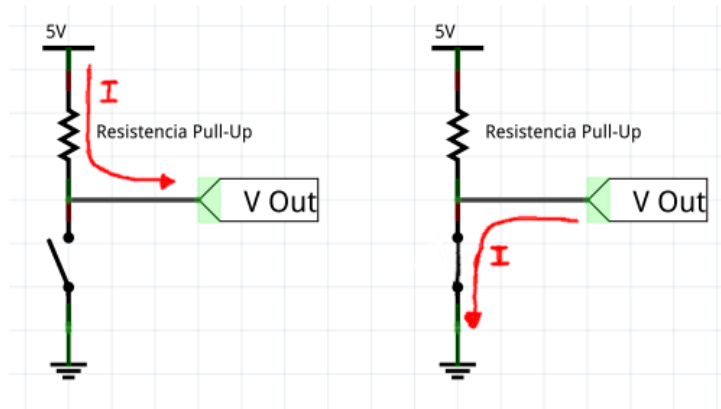

Imagen 8
- Ahora, hago la parte de software. Primero, creo unas constantes de tipo byte que son para el led (pin digital 13), para la interrupción (pin digital 11) y el estado se pone a bajo (0).
- Tras esto, en la función “loop()”, que es la función principal, se pone el “ledPin” como una salida y el “interruptPin” como una entrada de pull-up (que lo que hace es elevar la tensión de salida de un circuito lógico, a la tensión que, por lo general mediante un divisor de tensión, se pone a la entrada de un amplificador con el fin de desplazar su punto de trabajo, ver imagen 8) y después la interrupción se pone a **FALLING**, para que no se produzcan rebotes.